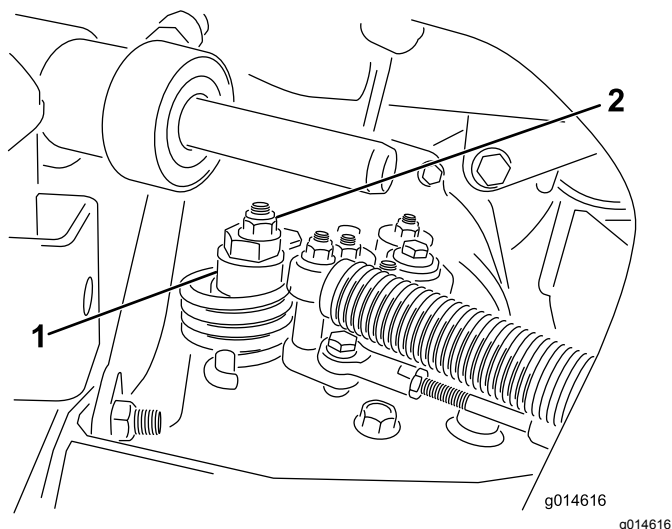

Figura 35
A. Liberte a porca que fixa o disco excêntrico ao cima do hidróstato (Figura 35).
C. Rode o disco excêntrico até eliminar a deslocação em qualquer um dos sentidos. Quando a roda deixar de rodar, aperte a porca, bloqueando deste modo o disco excêntrico e fixando a posição de ajuste (Figura 35). Verifique se o ajuste é o adequado colocando o acelerador nas posições LENTO e RÁPIDO.